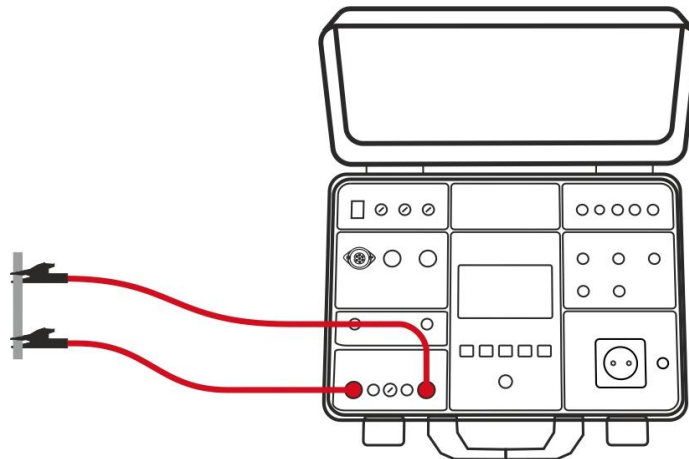

Fig. 26: Conexión de las puntas de prueba para su calibración
4. Conecte las puntas de prueba en las entradas **RPE** de acuerdo con la Fig. 26 asegúrese que los dos cocodrilos estén conectados lo más cerca posible entre sí en un trozo de cable sin aislamiento